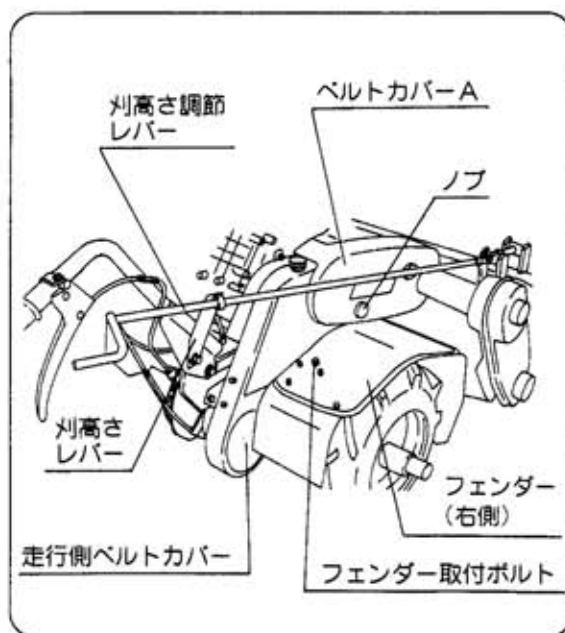
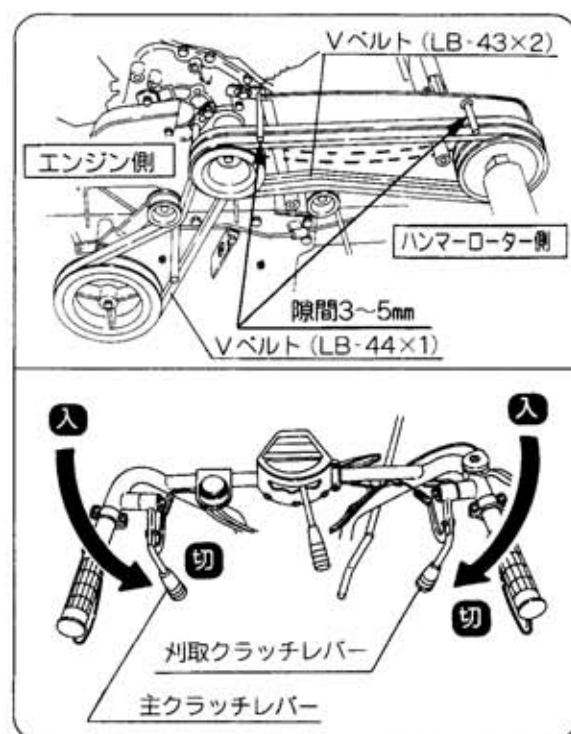

図58
図60
- ❶ フェンダー取付ボルトをゆるめフェンダー右側を外します。(図58)
- ❷ 刈高さ調節レバーをゆるめます。(図58)
- ❸ ノブをゆるめベルトカバーAを外します。(図58)
- ❹ 走行側ベルトカバーを外します。(図58)
⑥ Vベルトを交換します。(図60)
⑦ ベルト交換後は逆の順序で組立てます。
⑧ 主クラッチレバー [入]、刈取クラッチレバー [入] のとき、ベルトとベルト押さえの隙間は3～5mmになるようにベルト押さえを固定します。
⑨ ベルトカバーA、走行側ベルトカバー、フェンダーを取付けてください。(図58)